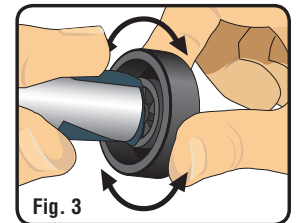

Fig. 3
3. Slide wheel onto pin, until inner hub sets flush on Tool. Holding Tool and Sandpaper in place, twist wheel firmly back-and-forth for 10 seconds (Fig. 3). Repeat for all wheels, using a new area of Sandpaper for each wheel.
3. Faire glisser la roue sur l'épingle, jusqu'au moyeu intérieur définit au ras de l'outil. Tenir outil de et papier de verre à la place, tourner fermement de roue en avant et en arrière pendant 10 secondes (Fig. 3). Répétez l'opération pour toutes les roues, à l'aide d'une nouvelle zone de ponçage pour chaque roue.